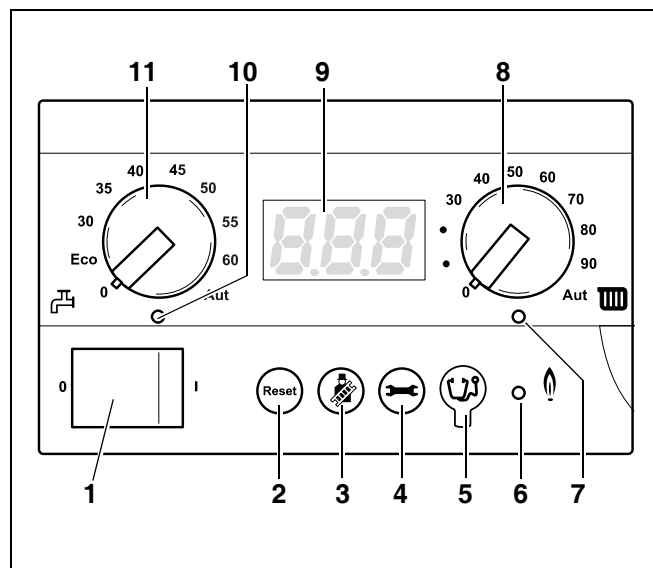

Fig. 7 Contrôleur de base BC10
- Enclencher l'interrupteur principal (fig. 7, **pos. 1**) sur le BC10 (position "I").
- Appuyer sur la touche "Affichage d'état" (fig. 7, **pos. 4**) jusqu'à ce que la pression de l'installation ("P1.5") s'affiche à l'écran (fig. 7, **pos. 9**). Voir également chapitre 5.1.1, "Menu fonctionnement normal", page 16.